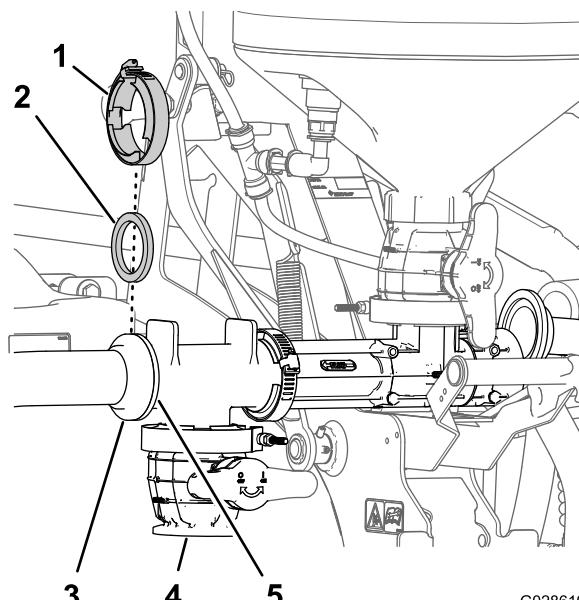

Bild 24
3. Fluchten Sie das Flanschanschlussstück des Behälterschlauchs mit dem vorderen Flansch des T-Ablassanschlussstücks aus (Bild 24).
4. Befestigen Sie den Behälterschlauch mit einer Dichtung und Flanschklemme am T-Anschlussstück (Bild 24).
anderen Teilen des Sprühfahrzeugs hängenbleibt (Bild 24).